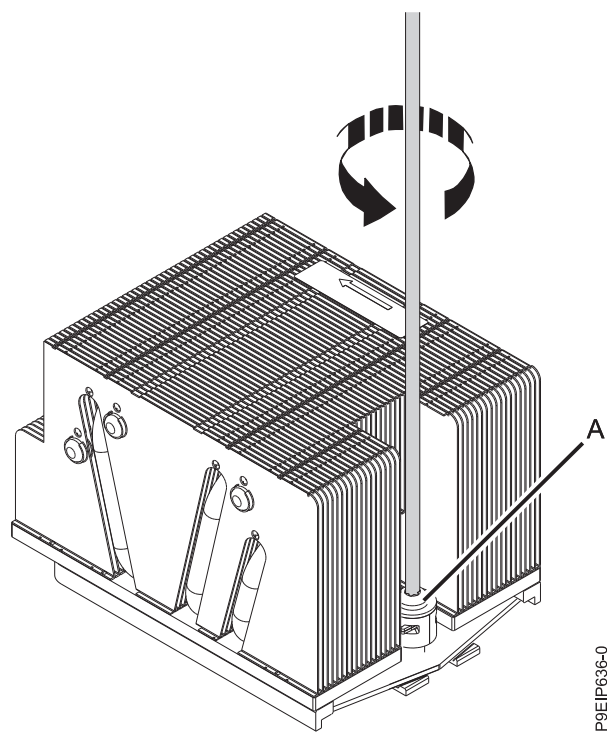

Figure 84. Desserrage de la vis du bras de chargement du dissipateur thermique
4. Desserrez la vis du bras de chargement (A) du dissipateur thermique du processeur système que vous retirez à l'aide d'un tournevis Phillips n°3, comme indiqué dans la figure 84, à la page 79.